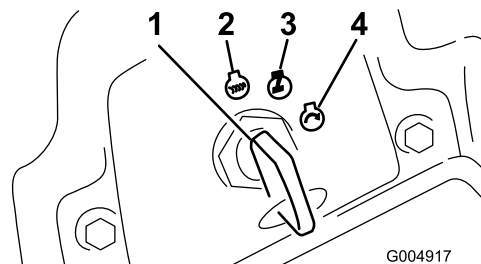

Figure 19
6. Tournez la clé dans le sens horaire en contact (Figure 19).
3. Tournez la clé de contact à la position arrêt (Figure 19). Attendez l'arrêt de toutes les pièces en mouvement avant de quitter la position de conduite.